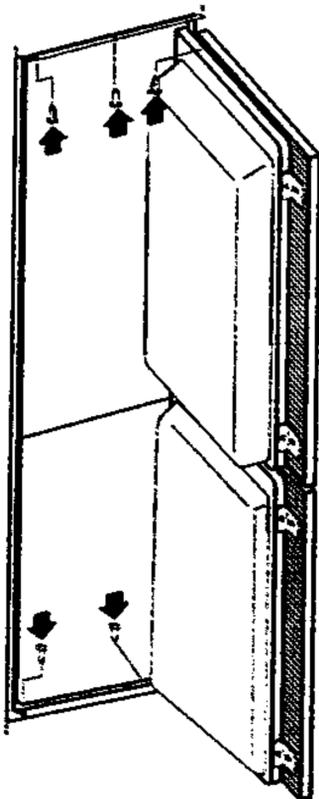

Bild 5
- ※ Schließlich befestigen Sie das Gerät ins Möbelement. Schrauben Sie es an die Decke mit drei Schrauben durch die obere Leiste (A 4 x 12) und in den Boden mit zwei Schrauben durch die unteren Scharniere (A 4 x 16). Für die Schrauben sind Löcher  $\varnothing 3 \times 5$  auszubohren (Bild 5).